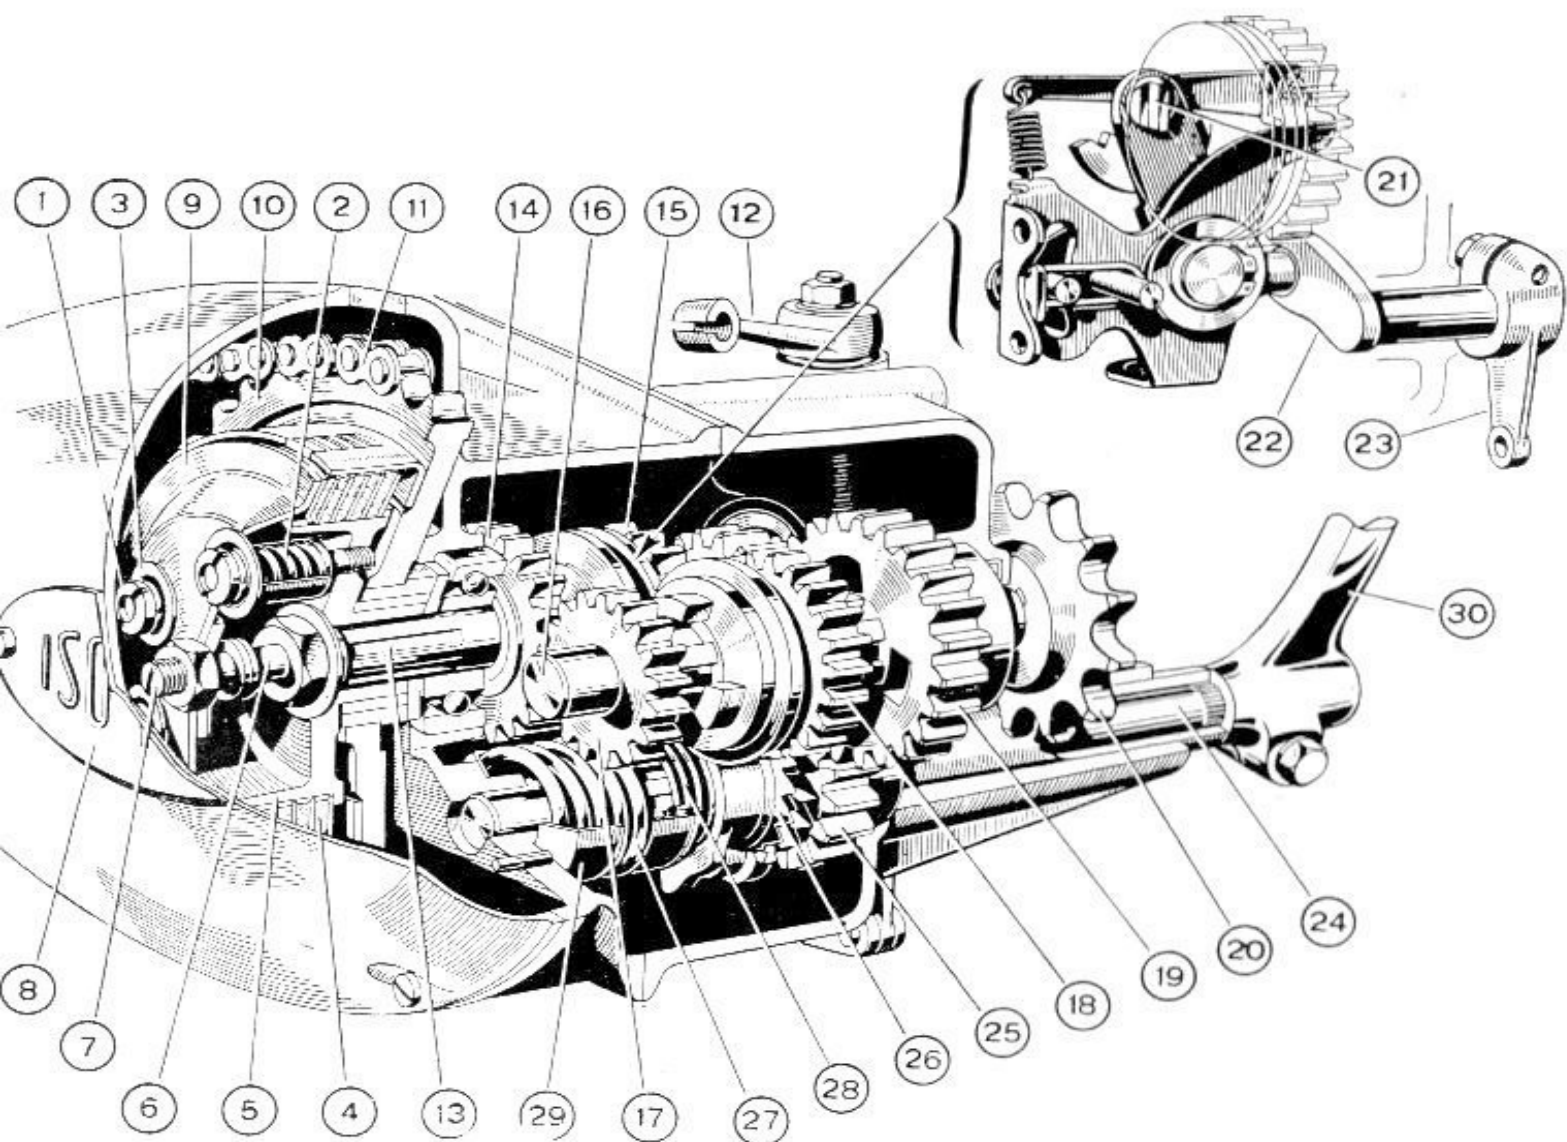

Fig. 15 - Sezione in prospettiva della frizione - cambio e messa in moto.
La frizione, rappresentata in sezione nella fig. 15 è a dischi multipli in acciaio, alternati con dischi (4) di composizione speciale a forte coefficiente di attrito, in bagno d'olio.
La regolazione si esegue agendo in un primo tempo sul tendiguaina (1), successivamente togliendo lo sportello ovale (8 fig. 15) sul coperchio della frizione e registrando opportunamente la vite centrale (7) del blocco frizione, avendo cura di serrare a fondo il controdado.
Il selettore (21 fig. 15) è fissato internamente al semicarter lato trasmissione.
L'operazione di controllo si esegue togliendo lo sportello ovale (8 fig. 15) situato sulla scatola della frizione.